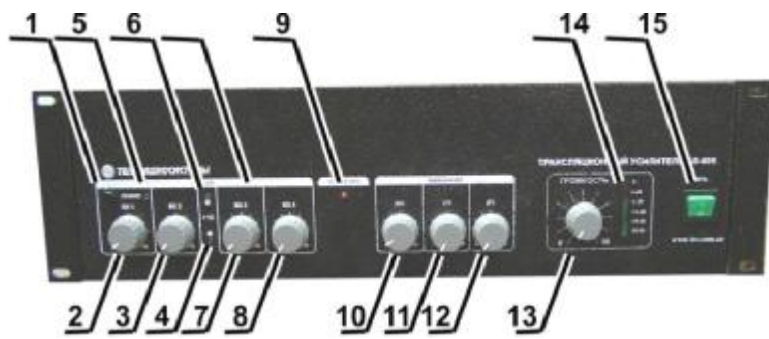
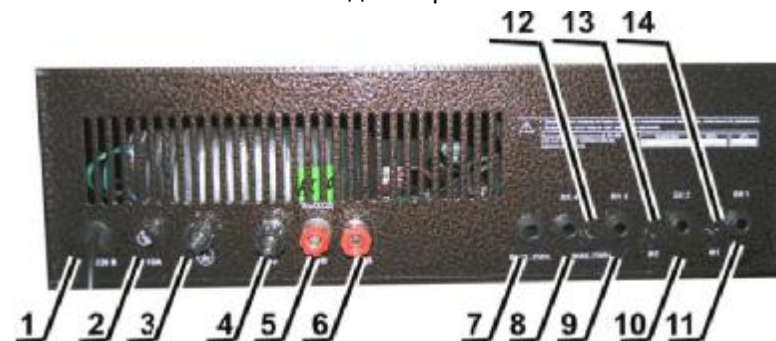

Рис. 1. Вид передней панели УМ спереди.
Рис. 2 Вид задней панели усилителя AC-210
Приоритет активизируется при нажатии кнопки (рис.1,поз.1) на передней панели усилителя. При этом загорается индикатор включения приоритета (рис.1,поз.5).
Усилитель содержит трёхполосный регулятор тембра (рис.1,поз.10-12), позволяющий изменять тембровую окраску сигнала и эффективно корректировать амплитудно-частотную характеристику входных звуковых сигналов.
Перегрузка входных каналов индуцируется красным светодиодом (рис.1,поз.9) на передней панели усилителя .
Для визуального определения уровня выходной мощности усилитель имеет ступенчатый индикатор выходного напряжения(рис.1,поз.14) .
ВХ 1, ВХ 2 или ВХ 3(при нажатом кнопочном переключателе. МИКР./ЛИНИЯ (рис.2,поз.12)). Общий регулятор громкости(рис.1,поз.13) установить в крайнее правое положение, а регулятором уровня чувствительности соответствующего входа выставить номинальное напряжение на выходе усилителя, что определяется кратковременным подсвечиванием красного светодиода в индикаторе (рис1,поз.14), соответствующего уровню 0 дБ.
При необходимости, регуляторами тембра(рис.1,поз.10-12) произвести требуемую коррекцию амплитудно-частотной характеристики. Передать речевое сообщение.
2.3.6. Для озвучивания больших площадей возможно каскадирование двух и более усилителей. Для этого к линейному выходу (рис.2,поз.7) ведущего усилителя кабелем подключить линейный вход (рис.2, поз.8,9) ведомого усилителя.
2.3.1. Регуляторы задействованных входов (рис.1 поз.2,3,7,8) установите примерно в среднее положение, при этом не должен загораться индикатор перегрузки входа (рис.1 поз.9).
2.3.2. Общим регулятором громкости (рис.1 поз.13) установите необходимую громкость звучания. При работе устройства следует следить за тем, чтобы индикатор перегрузки по входу (рис. 1 поз.9) не светился. Несоблюдение данных требований влечёт воспроизведение сигнала с большими искажениями.
соответствующего входа установить в положение ЛИНИЯ. Включить усилитель и установить общий регулятор громкости (рис.1, поз.) в крайнее правое положение, а регулятором уровня чувствительности соответствующего входа канала выставить номинальное напряжение на выходе усилителя, что определяется кратковременным подсвечиванием красного светодиода в индикаторе (рис1, поз.14), соответствующего уровню 0 дБ;
2.3.4. При работе АС-210 в составе систем оповещения рекомендуется использовать приоритетный вход «Вх1» для подключения источника с наивысшим уровнем приоритета (например микрофонную консоль МК-011, устройства тревожного оповещения). Звуковой сигнал «Вх 1» будет перебивать трансляцию звуковых программ по входам «ВХ 2...ВХ 4» (например, фоновой музыки, рекламных сообщений и т.п.). При этом кнопочный выключатель ПРИОРИТЕТА (рис.1, поз.1) должен быть в нажатом положении. Если кнопка ПРИОРИТЕТА отжата, происходит микширование сигналов по всем входам усилителя «Вх 1...Вх 4». Необходимые уровни сигналов по каждому входу устанавливаются соответствующими регуляторами уровней сигналов (рис.1 поз.1,2,7,8).
2.2.6 Подключить источники сигнала к входам усилителя (рис.2 поз.8-11) с помощью
Первый канал усилителя «Вх.1» (рис.2, поз.11) является чисто микрофонным. При нажатии кнопки включения фантомного питания (рис.2, поз.14) на контакты разъема «Вх.1» (рис.2, поз.) подается напряжение +12В. для питания электретных микрофонов.
Второй канал усилителя «Вх.2» (рис.2, поз.10) является также микрофонным. В нем отсутствует приоритет. Включение фантомного питания осуществляется кнопкой «Ф2» (рис.2, поз.10), а регулировка уровня чувствительности во втором канале устанавливается регулятором уровня сигнала «Вх.2» (рис.1, поз.3);
Третий канал усилителя «Вх.3» (рис.2, поз.9) является переключаемым – микрофонный/линейный. При нажатой кнопке «МИК./ЛИН.» (рис.2, поз.13) вход третьего канала усилителя АС-210 является микрофонным (только для динамических микрофонов), при отжатой кнопке – линейным. Уровень регулировки чувствительности в третьем канале устанавливается регулятором уровня сигнала «Вх 3» (рис.1, поз.7).
Четвертый канал усилителя «Вх.4» (рис.2, поз.8) является трансформаторным симметричным. Уровень регулировки чувствительности в четвертом канале устанавливается регулятором уровня сигнала «Вх 4» (рис.1, поз.8). Часто используется для подключения к линии пультов громкой связи серии ПГС;
2.2.7 Подключить необходимые акустические устройства к выходным клеммам (рис.2 поз.4-6);
2.2.8. Подключить сетевым шнуром (рис.2 поз.1) усилителя с к сети ~ 220 В, 50 Гц .